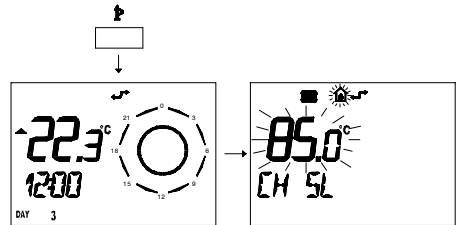

fig. 8.12
- 1 Premere per più di 3 secondi il pulsante per entrare in modalità **NFO**. fig. 8.12